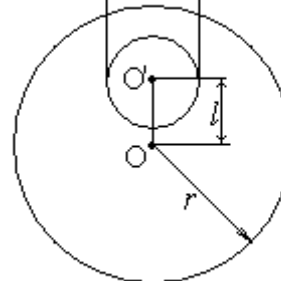

Рис. 4
14. В однородном диске массой $m = 1\text{ кг}$ и радиусом $r = 30\text{ см}$ вырезано круглое отверстие диаметром $d = 20\text{ см}$, центр которого находится на расстоянии $l = 15\text{ см}$ от оси диска (рис.4). Найти момент инерции J полученного тела относительно оси, проходящей перпендикулярно плоскости диска через его центр.